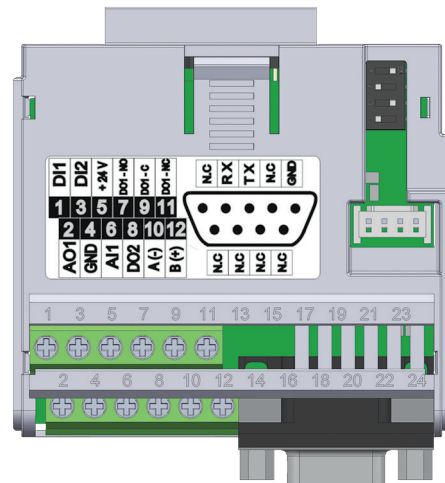

Figura 19.2: Módulo Plug-in CFW500-CRS232
O módulo plug-in CFW500-CRS232 tem a interface Serial (1) através da porta RS-485 nos bornes 10 (A-) e 12 (B+), bem como a interface Serial (2) através da porta RS-232 no conector padrão DB9, veja Figura 19.2 na página 19-1.